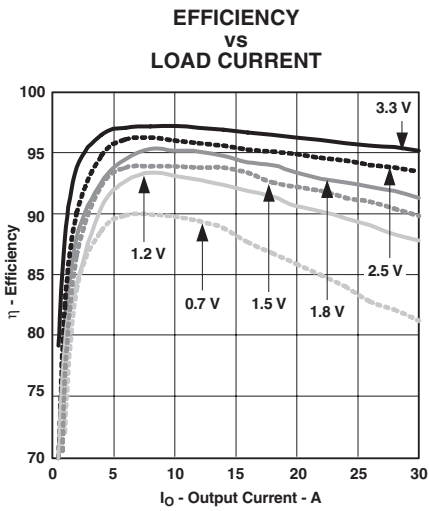
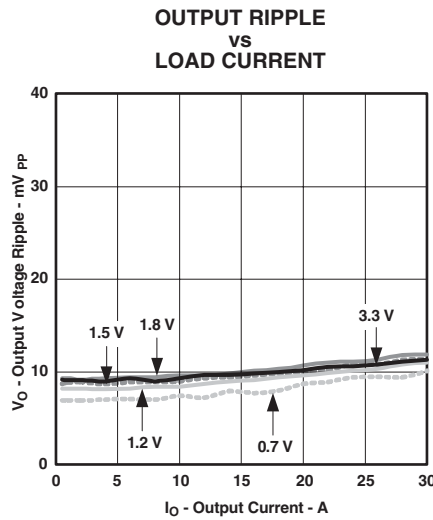
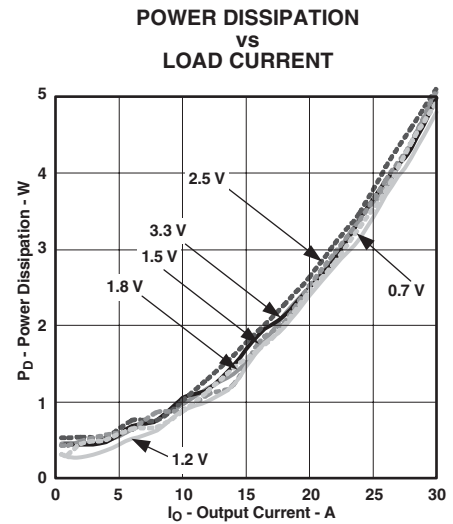

図 1
図 2
図 3
- (1) この電気的特性データは、実際の製品を25°Cでテストして得られたものです。このデータはモジュールの代表的特性と考えられます。以上は図1、図2、図3に適用されます。